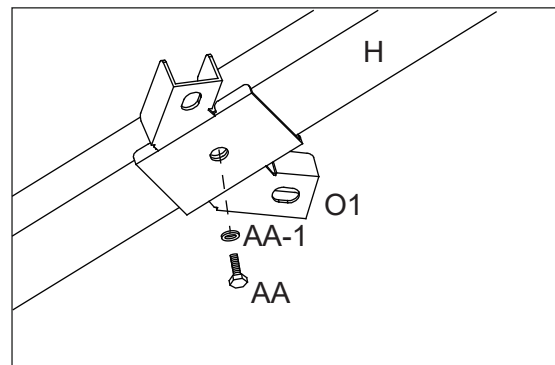

Figure 14-2
- 14.2. Attacher le connecteur (O1) au support d'angle du toit principal (H) à l'aide du boulon (AA) et de la rondelle (AA-1). Voir la figure 14-2.